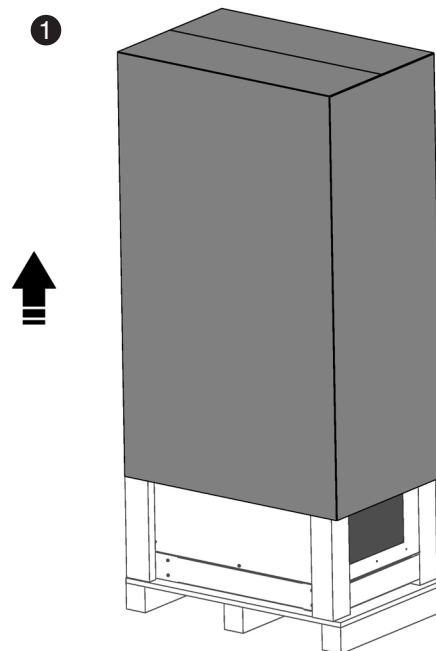
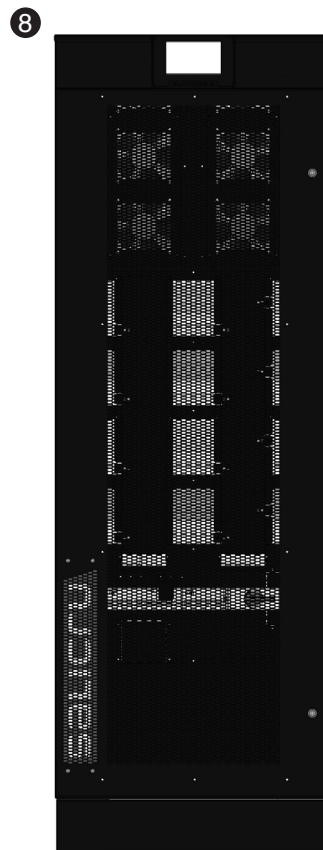

Fig. 27. Retrait de l'emballage en carton.
Fig. 34. Exemple d'un équipement déballé.
Les Fig. 27 à Fig. 34 montrent, à titre d'exemple, les illustrations correspondant au déballage de l'armoire ASI de 50 kVA à 80 kVA.
- ❶ Pour déballer l'équipement, coupez les bandes du boîtier en carton et retirez-le par le haut comme s'il s'agissait d'un couvercle (Fig. 27) ou démontez-le avec les outils nécessaires si le boîtier est en bois.
- ❽ Équipement déballé à son emplacement définitif (Fig. 34).